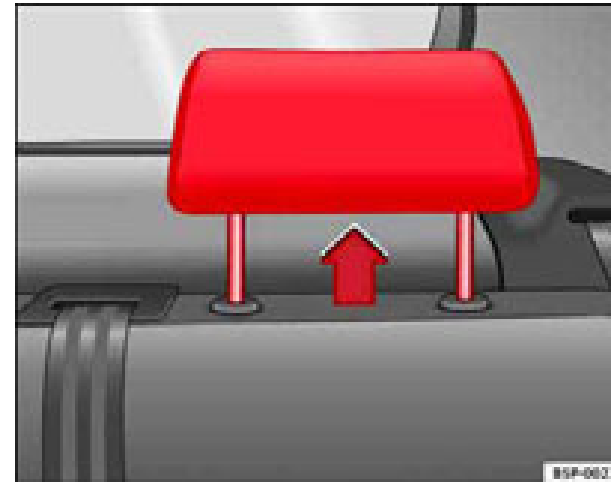

Fig. 5 Apoyacabezas en posición de uso
- Tres posiciones **de uso** ⇒ **fig. 5**. En estas posiciones el apoyacabezas se comporta como un apoyacabezas convencional, protegiendo junto con el cinturón de seguridad a los ocupantes de las plazas posteriores.